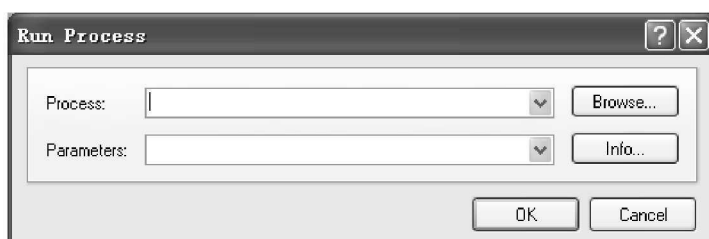

图 1-16 “运行进程”对话框
④ Run Process: 该选项给出了命令形式的启动进程方式, 单击此选项会出现如图 1-16 所示的“运行进程”对话框。单击“Browse”按钮, 可以选择要运行的进程或服务, 并可以在“Parameters”下拉列表框中指定运行参数。